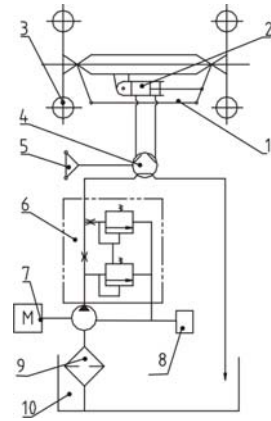

Рис. 10. Рабочий принцип полных гидравлических рулевых приводов.
5.4.1 Рабочий принцип и работа полной гидравлической рулевой передачи (Рис. 10).
Рабочий принцип полных гидравлических передач казан на Рис.10. Заднее осевое помещение (10) также используют как масляный бак рулевых передач. Низкое давление масла подается в системный насос (7) в дизельном двигателе (8) через 18 впускной трубопровод насоса. А высокое давление потока масла подается во все гидравлические рулевые приводы модели ВZZ1 – Е80 (4) и приводит в действие рулевой цилиндр (2) для рулевого действия, но слишком большой поток возвращается в насос через возвратный маслопровод. Клапан делителя потока FLD – F6 – Н обеспечивает стабильную подачу масла, чтобы создать устойчивое рабочее состояние гидравлического рулевого привода.